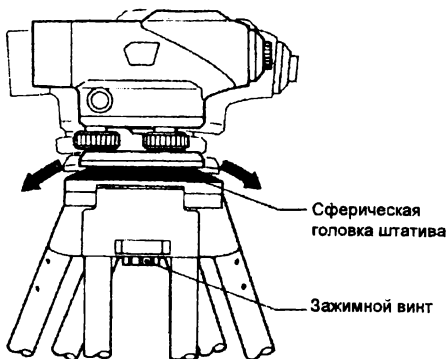

Рис. 5.3
- 5) Придерживая прибор на штативе, закрутите становой винт (рис. 5.3).